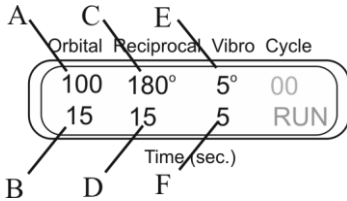

Fig.5.
Réglez la vitesse (A) (1 - 100 tpm) et la durée (B) (1 - 250 s) du mouvement par rotation orbitale 3D. Réglez l'angle (C) (0 - 360 °) et la durée (D) (1 - 250 s) du mouvement par réciprocité 3D. (Il est effectué à la même vitesse que le mouvement orbital.) Réglez l'angle de rotation (E) (0-5 °) et la durée (F) (1 - 5 s) pour le mouvement par vibrations 3D. Voir fig.5.